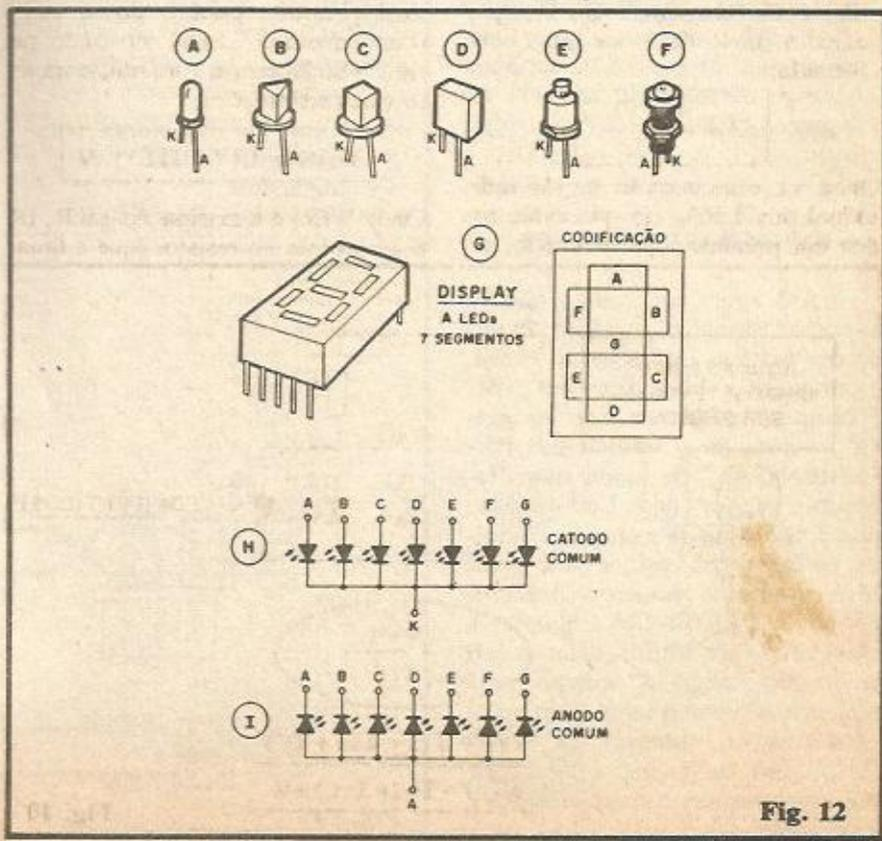

Fig. 12
- FIG. 12 - Quanto aos seus formatos e "caras", o LED mais comum é o redondo, com lente incorporada (12-A), oferecido nos diâmetros padronizados de 3mm e 5mm. Atualmente, contudo, podem ser facilmente adquiridos LEDs numa "pá" de formas e tamanhos. Tem o triangular (12-B), o quadrado (12-C), e retangular (12-D), o pontiforme (12-E), etc. Em alguns casos e para algumas aplicações esteticamente mais sofisticadas, os LEDs podem ser adquiridos com soquetes ou ilhoses, conforme mostrado em 12-F. E tem mais: todos devem conhecer, pelo menos "de vista" os displays digitais numéricos, que, a partir de um padrão em "8", formado por 7 segmentos retangulares, podem "acender" os algarismos de zero a 9, com toda a clareza (são muito utilizados em relógios digitais, ou como indica-
dores do canal sintonizado nos modernos televisores, além de inúmeras outras aplicações...). Quando tais displays numéricos são do tipo cujos segmentos "acendem" em vermelho ou laranja forte, são sempre feitos por LEDs (fig. 12-G), ou seja: seus 7 segmentos não passam de pequenos LEDs retangulares, dispostos no padrão em "8"... Por exemplo: acendendo os segmentos B e C resulta um "1"; acendendo A-
**MUM** (todos os anodos eletricamente unidos, enquanto que os catodos, correspondentes a cada segmento codificado, estão disponíveis individualmente através de terminais externos). As figs. 12-H e 12-I mostram, respectivamente, os diagramas simbólicos internos desses dois arranjos de display a LEDs.